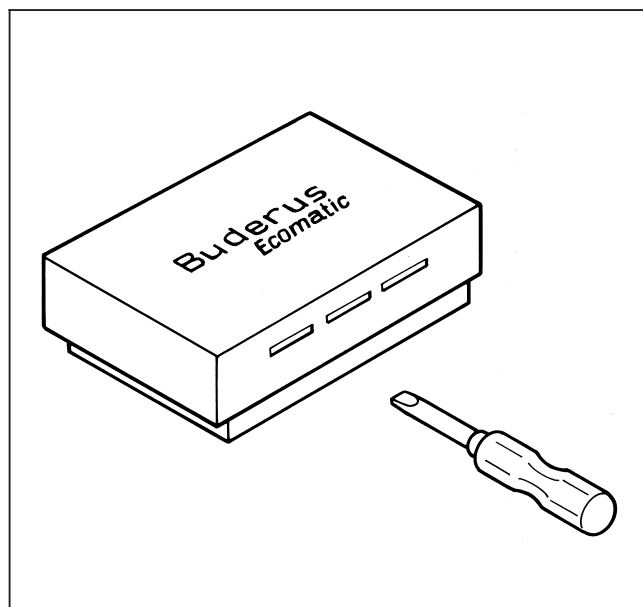

Fig. 1
- 2.1 Fjern låget med en skruetrækker (Fig. 1).